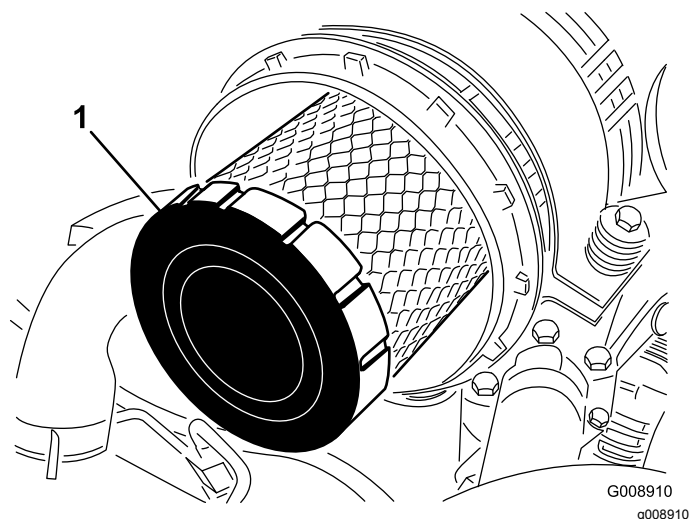

Figure 89
4. Déposez le préfiltre (Figure 89).